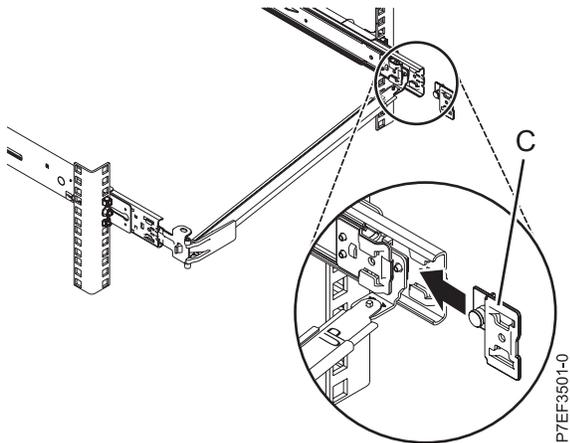

Abbildung 16. Halterungsstift herausziehen und Halterung in der Schiene installieren
- Schieben Sie die Halterung (**C**) in die rechte Schiene, bis der gefederte Stift einrastet, wie in Abb. 16 auf Seite 13 dargestellt.